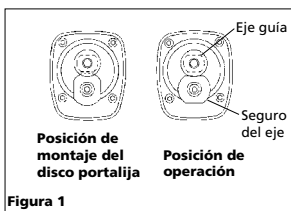

Figura 1
4. Deje de oprimir el gatillo y conecte la herramienta neumática a la fuente de suministro de aire. Cúbrale el orificio de salida con una toalla (Vea la Figura 1). Deje que la herramienta neumática funcione de 7 a 10 segundos. Al aplicarle presión de aire la herramienta expulsará aceite por el orificio de salida. Deje que la herramienta funcione hasta que no expulse más aceite. Limpie todos los residuos de aceite antes de comenzar a trabajar.
1. Asegure el eje guía en su posición antes de acoplar el disco portalijsa. Gire el seguro del eje hasta que éste enganche con el eje guía y ajuste con la mano el disco portalijsa en el sentido de las agujas del reloj (Véase Figura 1).
Quite el seguro del eje (Ver figura 1).